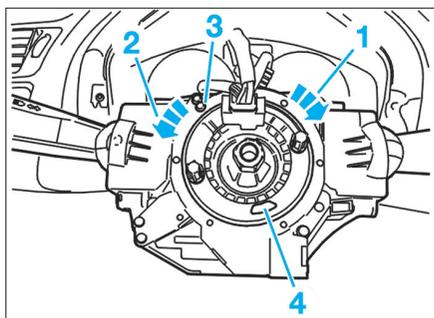

FIG. 6
- dans le sens des aiguilles d'une montre jusqu'en butée (1) (Fig.6).
- dans le sens contraire des aiguilles d'une montre de 2 tours complets (2)